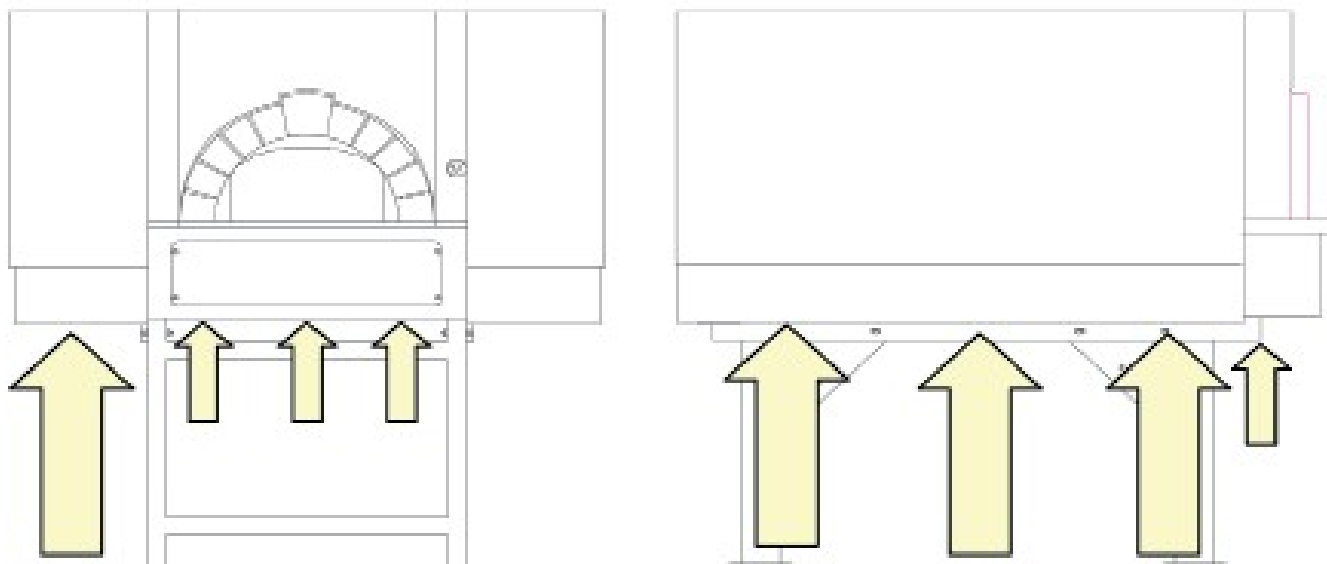

Рис.9
- В целях предотвращения засорения вентиляционных отверстий горелки жарочной поверхности площадь, расположенная под полкой управления, должна оставаться свободной от каких-либо препятствий. Через эту зону допускается только прохождение газопровода печи (рис. 9).